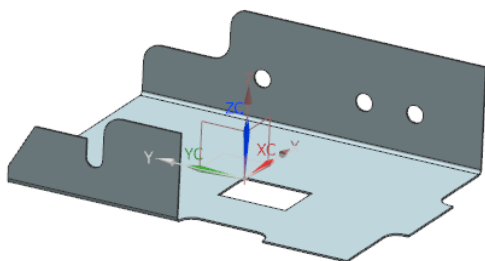

图 5-53 创建法向除料特征
(4) 在“法向除料”对话框中，单击 按钮，创建法向除料特征，如图 5-53 所示。